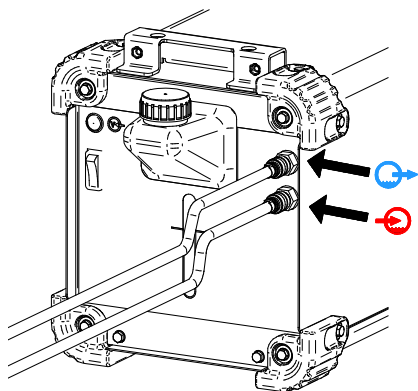

Bild 7.
- Koppla in kylslangarna på kylarens inlopp [5] och utlopp [4] (bild 7).
- Anslut vattenkylarslangarna – Bild 7.